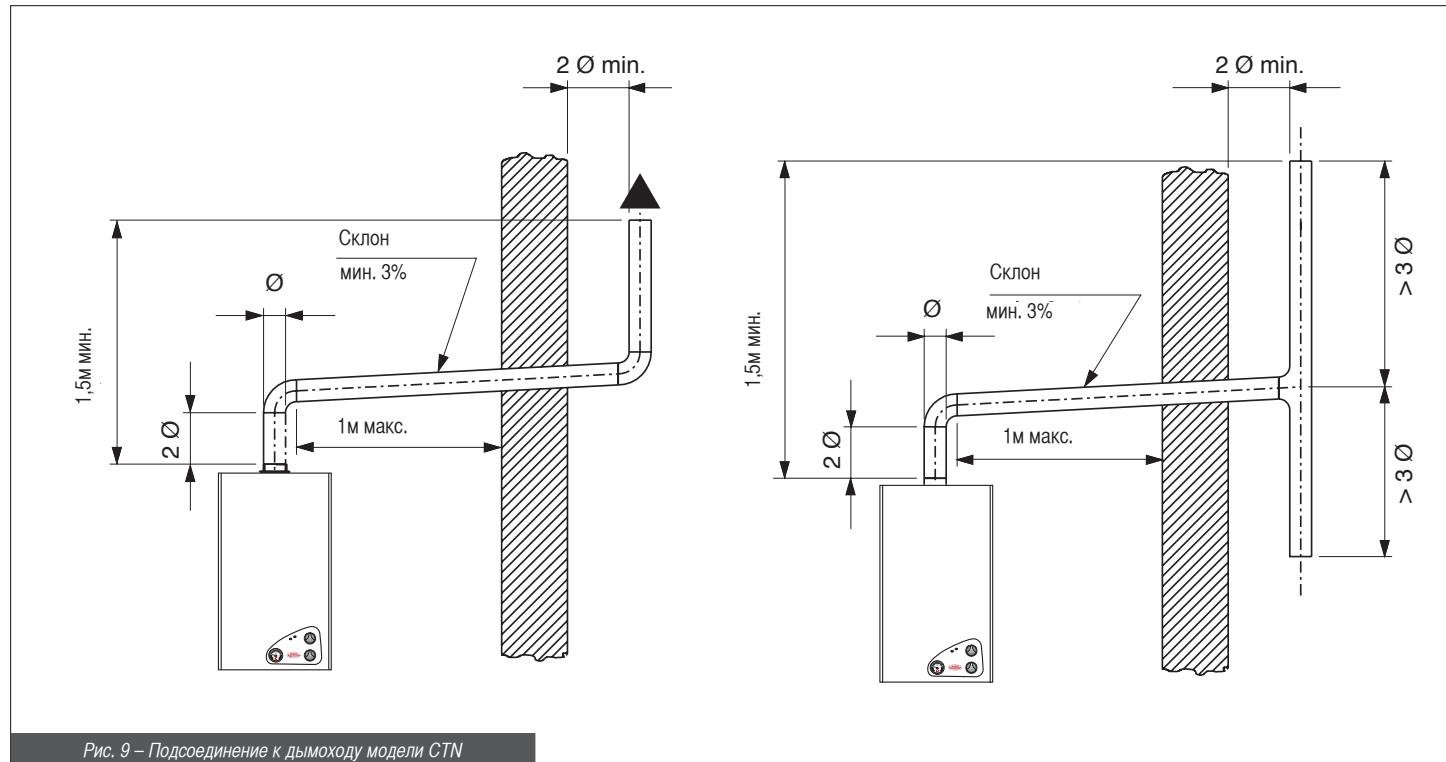

Рис. 9 – Подсоединение к дымоходу модели СТН
- вытяжной блок должен находиться выше уровня крепления вытяжной трубы к котлу не менее чем на 1,5 м (см. рис. 9).